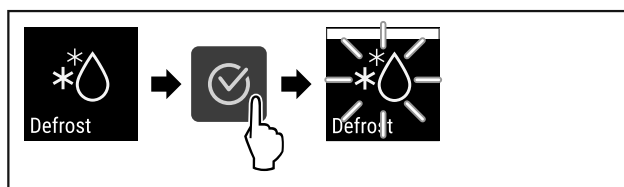

Fig. 100
- ▶ Hajtsa végre a művelet lépéseit (lásd Fig. 100).